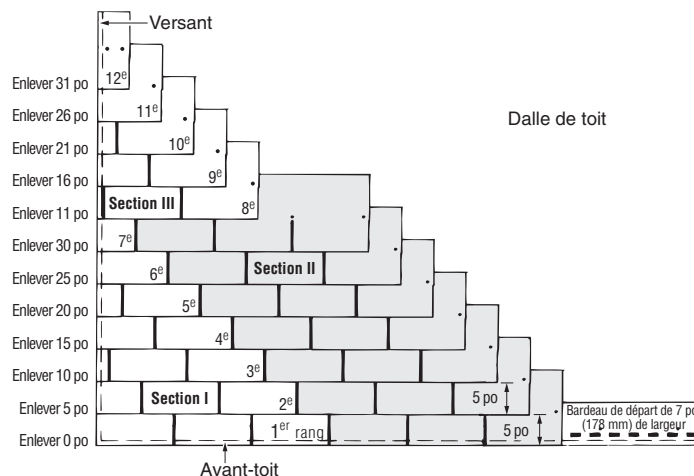

Figure 13-9 : Cinq en diagonale, douze à la verticale.
1. Commencer le premier rang en posant un bardeau entier sur le coin inférieur gauche du toit. Les jupes doivent être à égalité avec le rang de départ. Fixer chaque bardeau au moyen de quatre clous (figure 13-9).
BARDEAUX DE LA SECTION II : Tous les bardeaux de la section II sont posés entiers. Ces bardeaux sont posés contre les bardeaux de départ des sept rangs de la section I. Fixer tous les bardeaux de la façon standard (figure 13-9).
1. Commencer la section III au huitième rang avec un bardeau dont 11 po (28 cm) ont été retranchés du côté gauche. Poser la pièce de 25 po (63,5 cm) au-dessus des bardeaux du septième rang, en la mettant à égalité avec le bord gauche du premier bardeau du septième rang et en laissant 5 po (12,7 cm) du septième rang à découvert. Fixer chaque bardeau aux deux emplacements standards et à 1 1/4 po (3,2 cm) du côté gauche (figure 13-9).
- Les quatre rangs suivants, jusqu'au douzième rang inclusivement, débutent par un bardeau plus court de 5 po (12,7 cm) que le premier bardeau du rang précédent. Cela signifie que le premier bardeau des rangs neuf, dix, onze et douze seront longs de 20, 15, 10 et 5 po (50,8 cm, 38,1 cm, 25,4 cm et 12,7 cm) respectivement. En cas de doute, se reporter à la figure 13-9. Ne pas oublier de laisser chaque rang exposé sur 5 po (12,7 cm) et de poser les clous aux emplacements standards et à 1¼ po (3,2 cm) de chaque côté. Compléter les rangs jusqu'au versant opposé avec des bardeaux entiers.